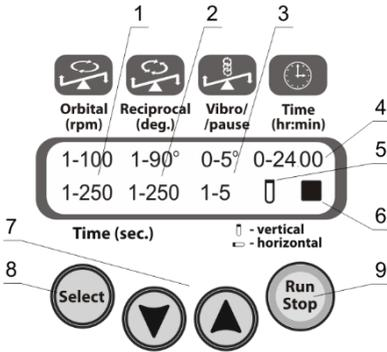

Рисунок 2. Multi Bio RS-24
5.2.4. Нажмите кнопку **Run Stop** (рис. 2/9 или 3/9) для начала программы.
5.2.5. Платформа начнёт движение. Дисплей показывает соответствующую индикацию: значок ► (рис. 2/6 или 3/6), изменяющиеся значения времени текущего вида движения в секундах (рис. 2/1-2/3 или 3/1-3/3, нижний ряд) и таймер общей работы в часах и минутах (рис. 2/4 или 3/4).
5.2.7. Если таймер общей работы установлен, то по его окончании движение платформы автоматически прекращается, дисплей показывает значок ■ (рис. 2/6 или 3/6) и прибор издаёт звуковой сигнал об окончании работы. Нажмите кнопку **Run Stop** для отключения сигнала.
- 6.1. Нажатием кнопки **Select** (рис. 2/8 или 3/8) выберите параметр, который необходимо изменить. Активный параметр обозначается мигающей индикацией.
- 6.2. Используйте кнопки **▼** и **▲** (рис. 2/7 или 3/7) для установки соответствующих значений. Если держать кнопку нажатой дольше 2 с, значения меняются быстрее.
Когда иконка пробирки (рис. 2/5 или 3/5) расположена вертикально, возвратно-поступательное движение платформы начинается с вертикального положения пробирок (горизонтального положения платформы).